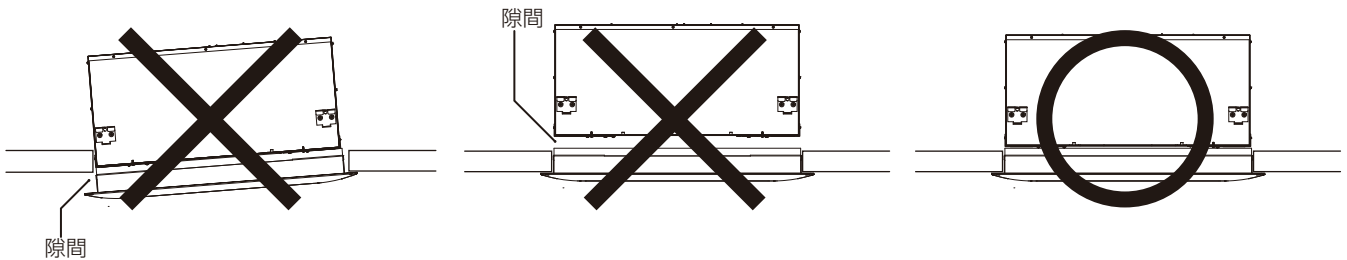

図14-3
※ユニット本体と自動昇降パネル間に隙間が出来ますと風漏れにより露付、露垂れの原因になります。また、自動昇降パネルと天井面に隙間が出来ますと、パネルの露付き、スマッシング（天井面が汚れる）の原因になります。（図14-3）
- 1) ユニット本体と自動昇降パネル、および自動昇降パネルと天井面に隙間のないことを確認してください。（**図14-3**）